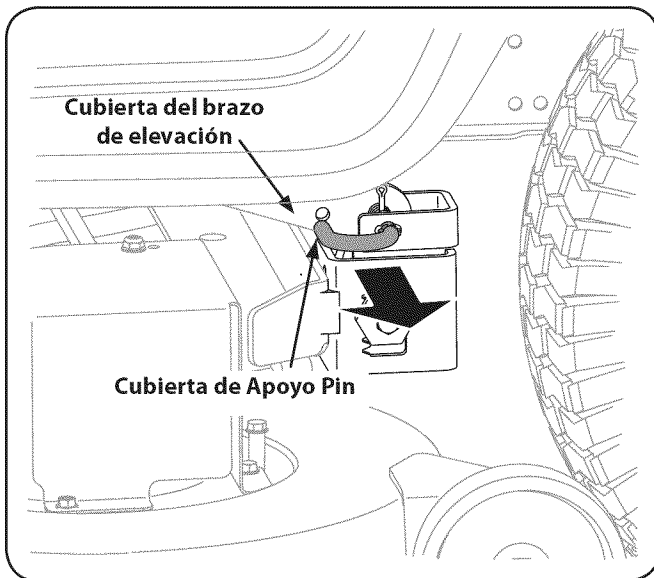

Figura 7-4
7. **En 46" Cubiertas:** En cuanto a la plataforma de corte desde el lado izquierdo del tractor, busque el PIN de asistencia cubierta en la parte trasera izquierda de la cubierta. Tire de la cubierta de apoyo pin hacia afuera para abrir la cubierta de los brazos de elevación de la cubierta. Véase la Figura 7-4.